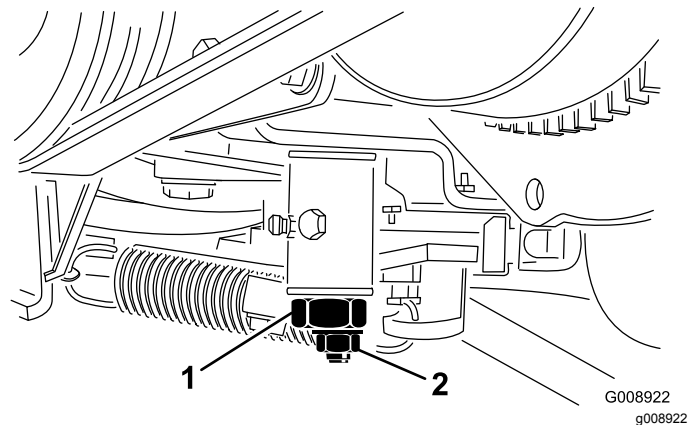

図 57
4. トラクション調整カムのロックナットをゆるめる(図 57)。